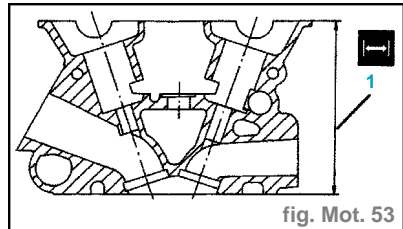

fig. Mot. 53
- Si la planéité du plan inférieur de la culasse n'est pas comprise entre les valeurs prescrites, rectifier le plan inférieur de la culasse sans aller en deçà de la hauteur minimale admise (1) (fig. Mot. 53).